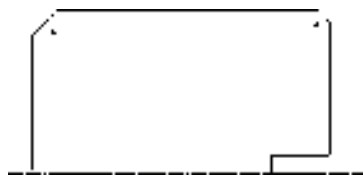

图 4-90 倒角结果
5) 单击“修改”工具栏中的“倒角”按钮, 对轮廓进行倒角操作, 结果如图 4-90 所示。